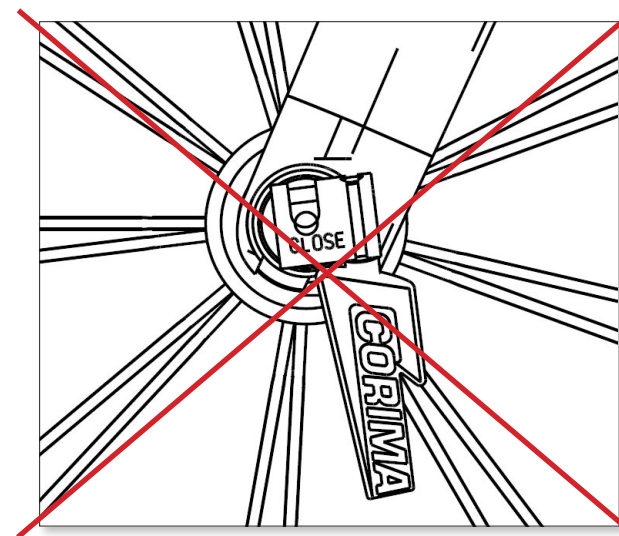

Figura 8
**Non chiudere mai il dispositivo di bloccaggio a sgancio rapido semplicemente maneggiando la leva come se fosse un dado (figura 8): il serraggio deve essere effettuato spingendo la leva dalla posizione di apertura a quella di chiusura come precedentemente mostrato.**